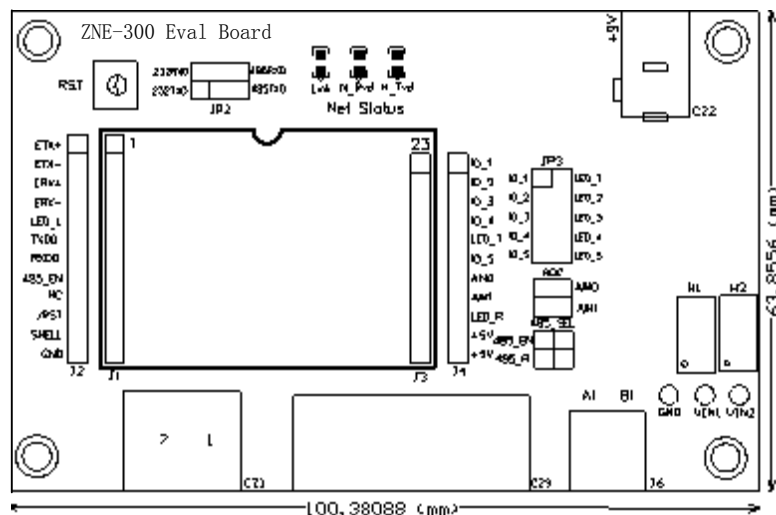

图 0.8 评估板与 ZNE-100TA 的连接方式
- 最后介绍的是评估板与 ZNE-100TA 模块的连接。如图 0.8 所示，首先观察模块的引出管脚的 1 脚的位置，然后在评估板上找出插座的 1 脚的地方，对应插紧即可。因为模块的引出管脚一排是 12 脚一排是 11 脚，而评估板上的连接座同样也是一排是 12 脚一排是 11 脚，所以不容易插错或插反。